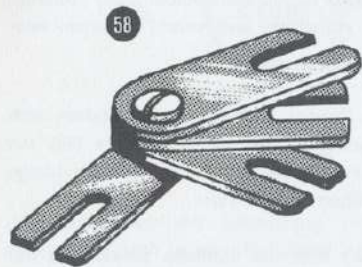

Abb. 31
unter Verwendung der sogenannten Schleifenhublehre (58) eingestellt (Abb. 31).